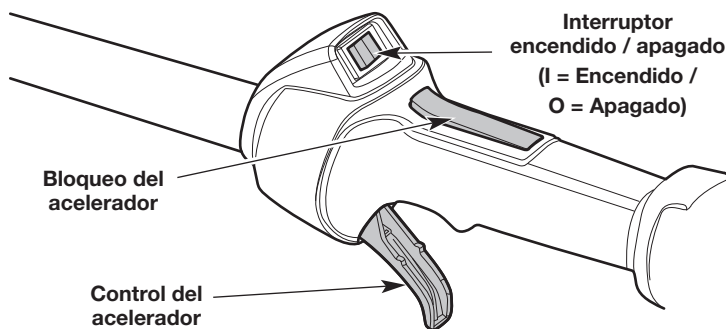

Fig. 7
NOTA: No es necesario encender la unidad. El interruptor de encendido/apagado está en la posición **Encendido (I)** en todo momento (Fig. 7).
NOTA: NO apriete el control del acelerador (Fig. 7) hasta el paso 6.
6. Oprima y mantenga apretado el bloqueo del acelerador (Fig. 7). Apriete el control del acelerador según sea necesario para el funcionamiento (Fig. 7).
2. Oprima y no suelte el interruptor de control de Encendido y Apagado en la posición **Apagado (O)** hasta que el motor se detenga por completo (Fig. 7).